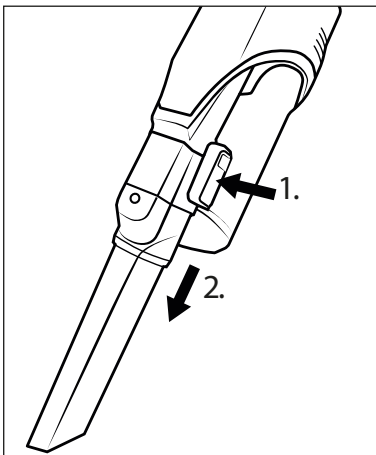

Fig. 15
- ◆ For at fjerne tilbehøret skal du trykke på oplåsingsknappen på tilbehøret og tage tilbehøret af sugerøret **24** eller af produktets sugeåbning (se fig. 15).